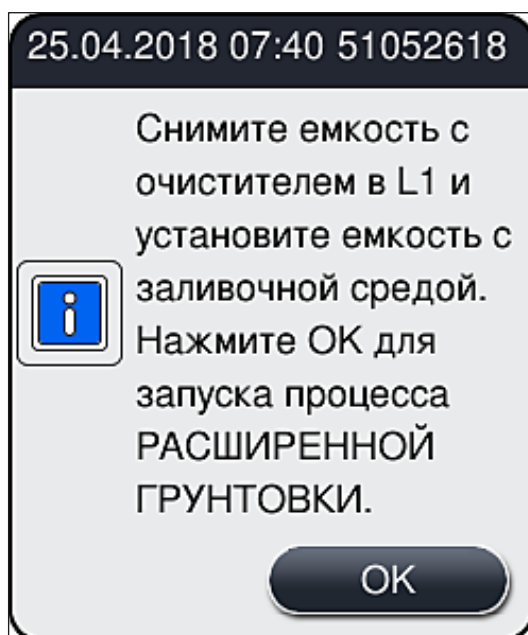

Рис. 105
- » После этого на экране появляется указание для пользователя вынуть колбу для очистки из прибора и вставить новую колбу с заключающей средой. Вставьте емкость и подтвердите информационное сообщение (→ Рис. 105) нажатием на **OK**. Утилизируйте содержимое колбы для очистки в соответствии с правилами лаборатории.